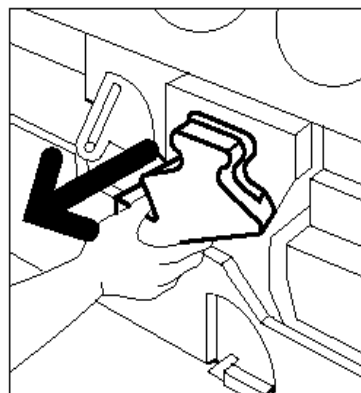

Figure 21 : Retrait du récupérateur de développeur usagé
- 4** Saisissez le récupérateur de développeur de la main droite (voir la figure 21) et retirez-le de la machine.